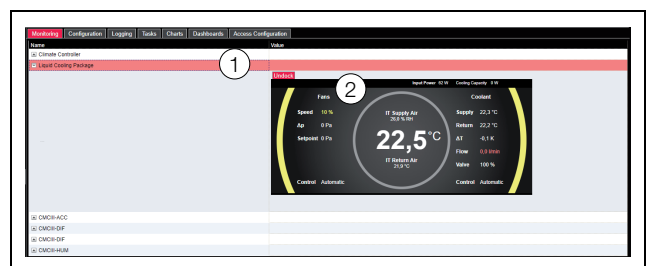

Imagen 142: Representación gráfica
La indicación cambia al modo de representación gráfica (imagen 142) y todos los estados y velocidades de los ventiladores, valores térmicos de las temperaturas de entrada y salida del servidor, así como el modo de regulación de los controles de ventiladores y medio refrigerante pueden visualizarse juntos y modificarse haciendo clic sobre el gráfico (imagen 142, pos 2).
Si tras seleccionar el nivel «Liquid Cooling Package» se ha preseleccionado la representación gráfica (imagen 142), podrá acceder a la estructura de árbol de la siguiente forma:
■ Haga clic sobre el símbolo «Gráfico» en color gris junto a la entrada «Liquid Cooling Package» (imagen 142, pos 1).